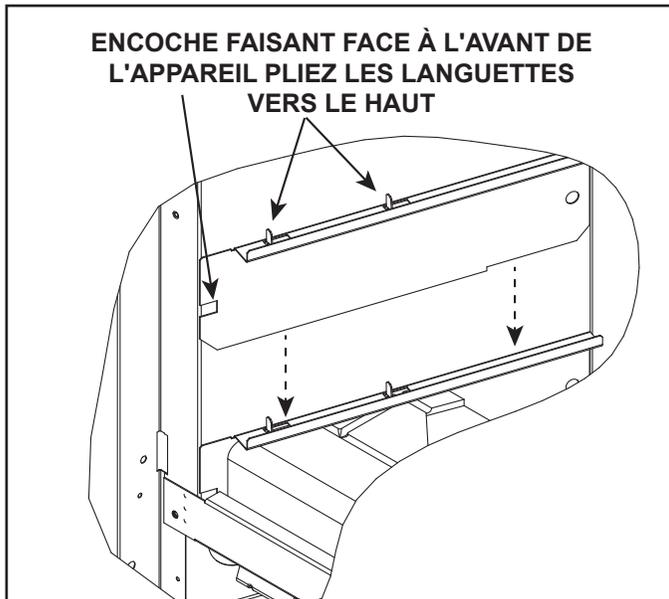
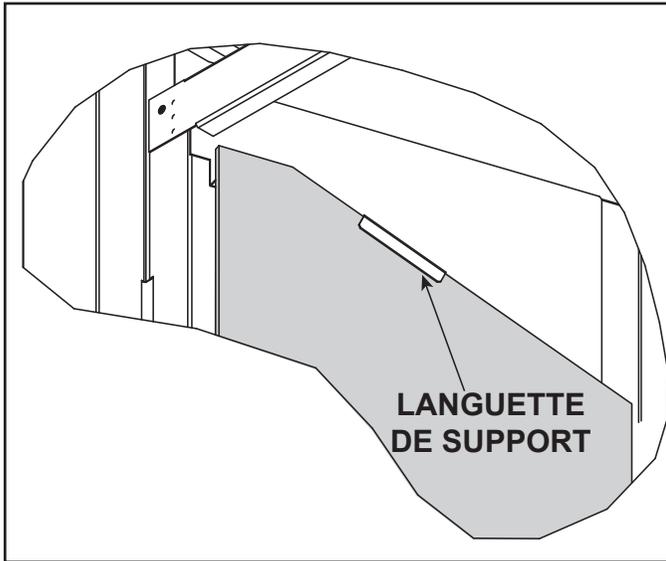

Figure 11.7 Installation du support de vitre inférieur (côté gauche montré)
Figure 11.15 Installation du panneau de verre gauche
1. Retirez les supports de vitre inférieurs de l'emballage réfractaire supérieur. Séparez les supports et pliez les éléments de pliage à main « vers le haut ». Voir la figure 11.7.
Installez les supports de vitre inférieurs gauche et droit en les plaçant entre les bords extérieurs des parties du foyer gauche et droit, l'encoche étant tournée vers l'avant de l'appareil. Ces pièces s'insèrent parfaitement entre les parois du foyer et la boîte à feu. Voir la figure 11.7.
7. Installez le panneau en verre gauche en insérant celui-ci par l'avant. Faites glisser le panneau dans le support de vitre inférieur entre la languette repliée vers le haut et le coude en U, comme indiqué à la figure 11.7. Cela créera un espace entre la vitre et la boîte à feu. Glissez le panneau arrière jusqu'à ce qu'il touche le panneau de verre arrière. Assurez-vous que la languette de support illustrée à la figure 11.15 est repliée vers le bas sur chaque support de vitre supérieur pour fixer les panneaux de verre gauche/droit. Répétez l'étape 7 pour l'installation du panneau en verre droit.